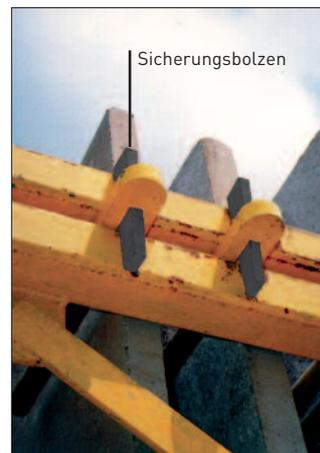

Bild 6: Sicherungsbolzen für benötigtes Element entfernen
- Sicherungsbolzen für benötigtes und bereits angehängtes Element entfernen (Bild 6 und 7).